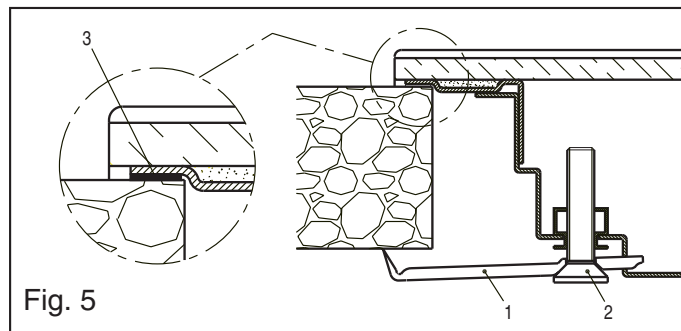

Fig. 5
- Introduza a placa no espaço e fixe-a com 4 peças de fixação (fig. 5 ponto 1), atarraxe os 4 parafusos (fig. 5 ponto 2).
- Verificar que as juntas de borracha estão bem colocadas (fig. 5 ponto 3) e que o fio de alimentação não está entalado ou torcido.